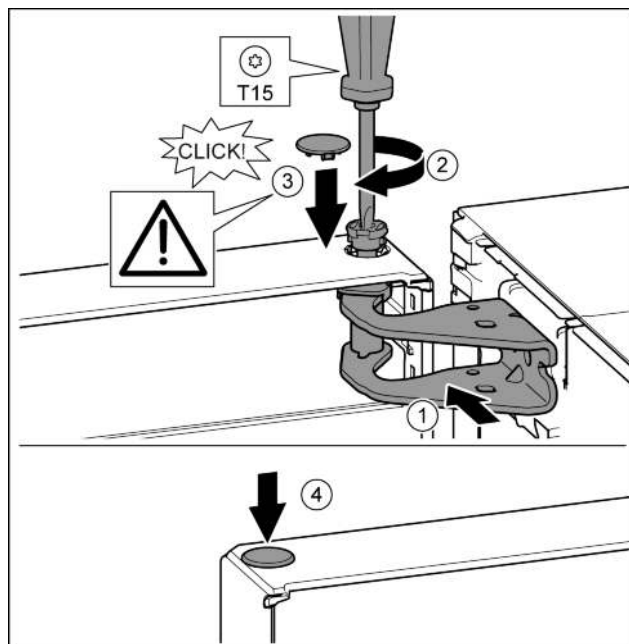

Fig. 23
- Дверь сверху выровнять по отверстию в опорном кронштейне. Fig. 23 (1)
- Вставить палец и затянуть отверткой T15. Fig. 23 (2)
- Установить предохранительную крышку для защиты двери: вставить предохранительную крышку и проверить, прилегает ли она к двери. В ином случае вставить палец полностью. Fig. 23 (3)
- Вставить заглушку. Fig. 23 (4)